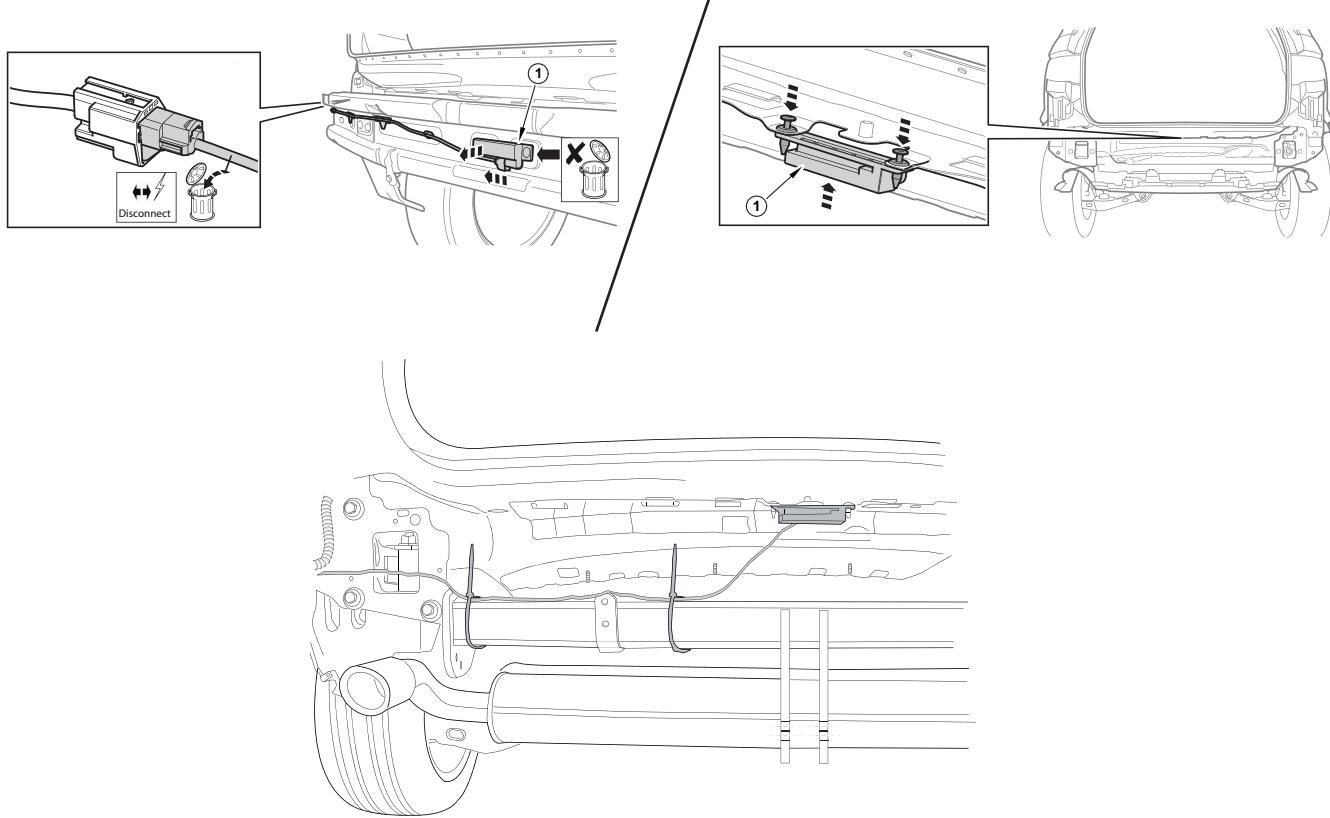

Fig. 3
10. Переместите антенну, если имеется. См. рисунок 3.